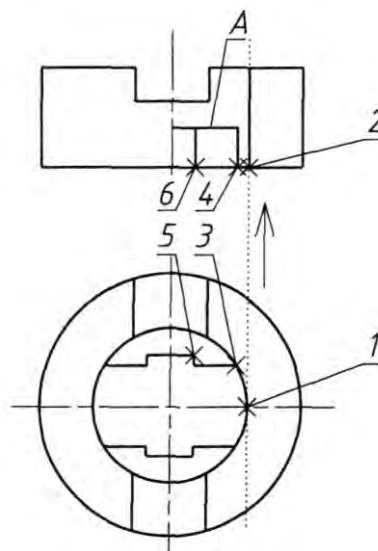

Рис. 9.5
• Виконуємо на головному вигляді розріз (Рис. 9.5).